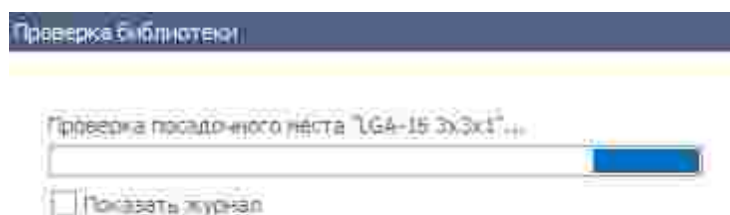

Рис. 14 Процесс проверки библиотеки
2. Система запустит процесс проверки библиотеки. Дождитесь окончания проверки, Рис. 14.